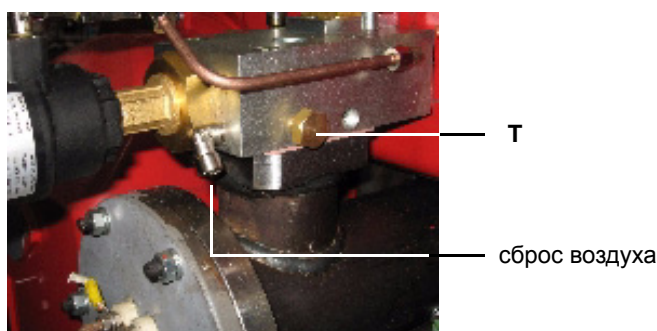

Рис. 35
- 3 выпустить воздух через заглушку (Т) (Рис. 35), медленно откручивая указанную заглушку Т, но не снимая ее; по завершении - вновь ее закрутить